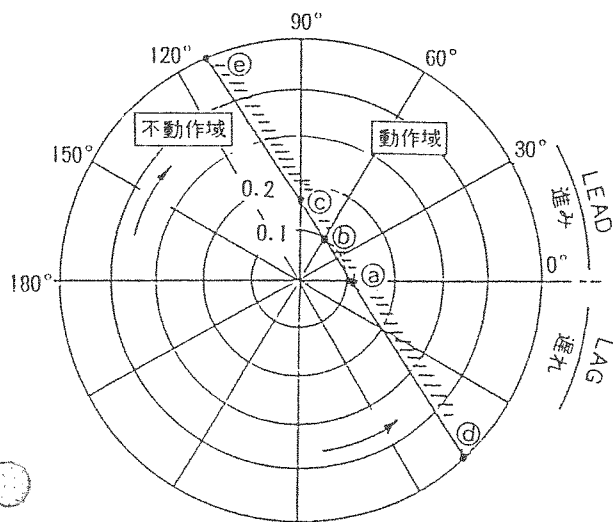

図2 位相特性図
- (4) 電圧（電流）切換スイッチは300Vレンジにし、電圧（電流）調整つまみで定格電圧の190Vに設定します。
- (5) 位相調整つまみで位相計の指示を 0° に合せます。（P7参照）
- (6) 電流切換スイッチを0.3〔A〕レンジにし、電流調整つまみを静かに回し、（時計方向）、電流を増加させて継電器が動作する電流が、最小動作電流です。（図2のa点）
求め、プロットします。（図2のb、c点）
(図2のe点)
(11) 同様に図2（位相特性図）のd点を求めてプロットし、グラフに描きます。
(12) 試験終了したら、動作確認スイッチをOFFにし、電源スイッチをOFFにします。